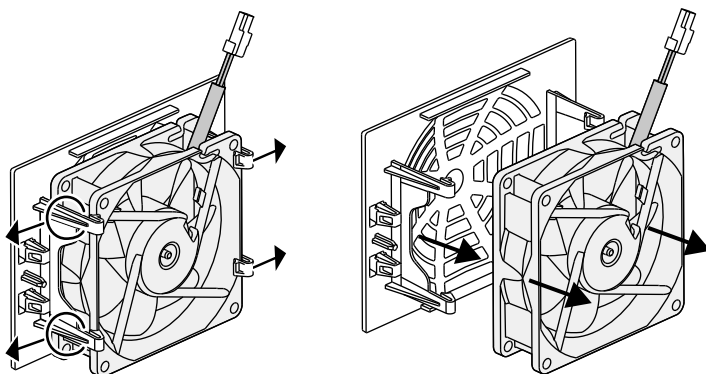

Abb. 55: Demontage Lüftergitter
5. Der Lüfter kann zusätzlich noch vom Lüftergitter abgezogen werden. Dazu Befestigungslaschen leicht nach außen drücken und Lüfter abziehen. **➡ Abb. 55**